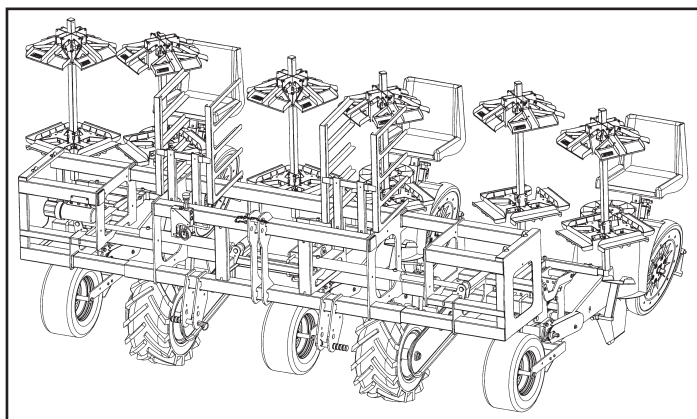

Fig. 3
- TELESCOPICA PORTATA (Fig. 3).
- TELESCOPIC PULL-TYPE (Fig. 3).
- TÉLESCOPIQUE CAPACITÉ PORTANTE (Fig. 3).
- TELESCÓPICA CON ENGANCHE DE TRES PUNTOS (Fig. 3).